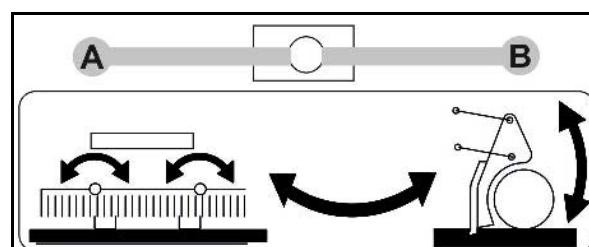

Рис. 27
1. Установите шаровой кран (Рис. 27/1) в положение B.
3. Установите стопорный рычаг соответствующим образом (см. Рис. 27).